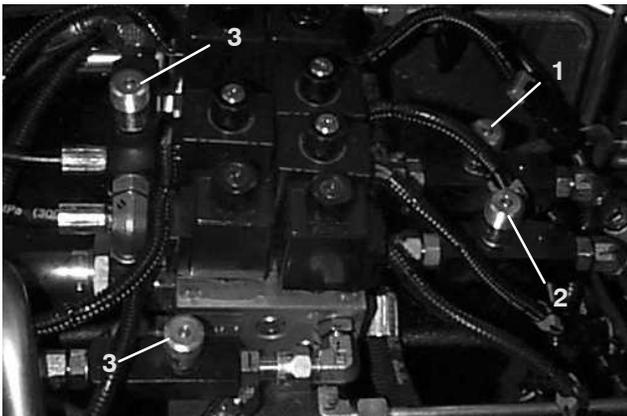

Bild 8
1. Stellen Sie mit den Ventilen unter dem Sitz die vorderen Mähwerke ein (Bild 8).
1. Stellen Sie mit den Ventilen unter dem Sitz die seitlichen Mähwerke ein (Bild 8).